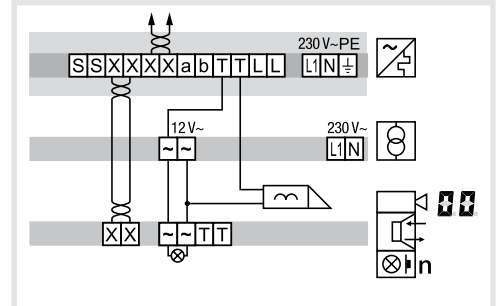

Bild 7: Anschluss der Türstation Video mit manipulationsgeschütztem Türöffner
- Bei manipulationsgeschützter Installation den Türöffner an den Kontakt der Strangversorgung anschließen (Bild 7).